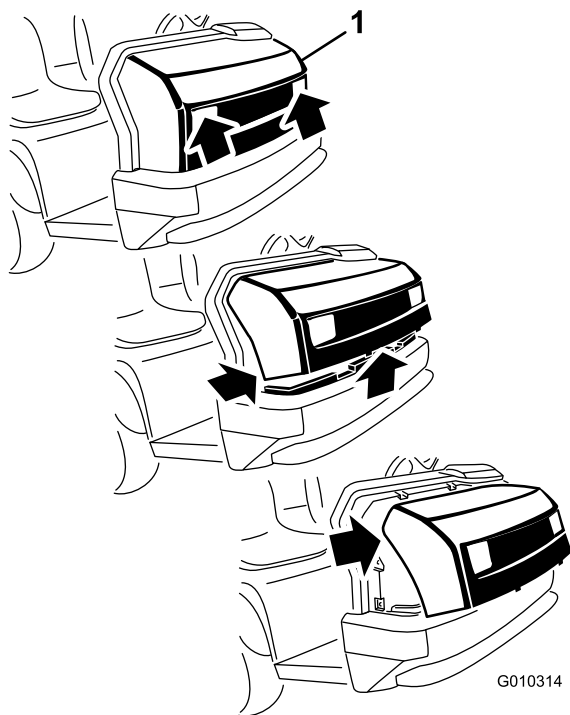

图28
1. 通过大灯开口抓住机罩的同时提起机罩以便从机架槽中松开下安装凸耳图28。
2. 将机罩的底部向上旋转直至可将上安装凸耳从机架槽中拉出 图28。
3. 将机罩的顶部向前旋转从大灯上拔出电线接头 图28。
2. 将顶部安装凸耳插入机架槽中 图28。
3. 将下部安装凸耳插入机架槽中 图28。